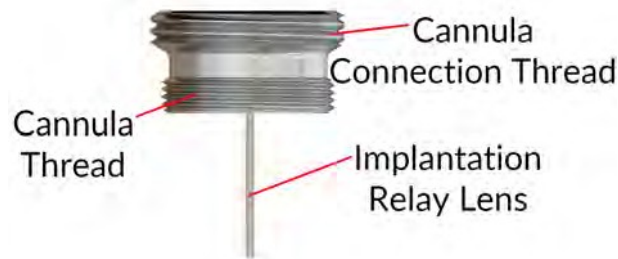

Figure 3.2 : Canule d'imagerie efocus à visser Type-L
- Le **système de connexion Twist-on** permet de retirer le corps du microscope de la canule d'imagerie entre chaque session d'imagerie sans affecter la position de l'image. Le **barillet du microscope** fixe le microscope sur une *canule d'imagerie Twist-on* (voir Fig. 3.2, et la section *Implantation de la canule d'imagerie et installation du microscope pour l'eTFMB3 / note d'application eTOSFM3* pour plus d'informations sur la procédure de fixation au microscope).
Les canules d'imagerie transmettent les images des structures situées depuis l'intérieur du cerveau vers la surface du crâne. Une canule d'imagerie (Fig. 3.2) contient les éléments suivants :